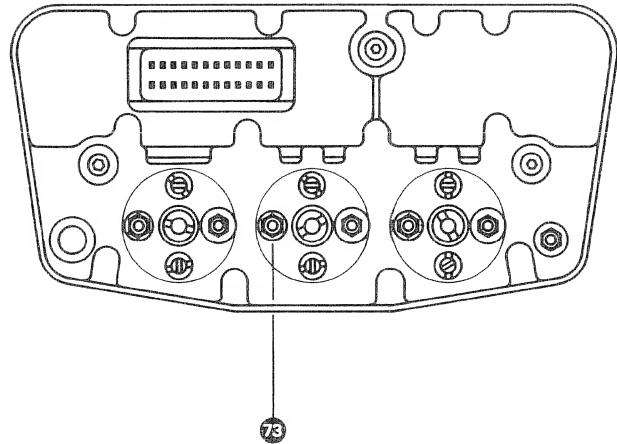

Fig. 7.4.-6
7. Aufnahmekopf mittels Mutter **73** (Fig. 7.4.-6) auf geringsten Phasenwinkel justieren; bei schrittweiser Erhöhung der Frequenz, beginnend bei 1 kHz, bis 10 kHz. Maximal zulässige Abweichung bei 10 kHz: 10 Grad. (Anzeigeverzögerung beachten, deshalb besonders langsam einstellen)
6. Adjust record head with nut **73** (fig. 7.4.-6) to minimum phase angle, starting at 1 kHz and increasing frequency step by step to 10 kHz.